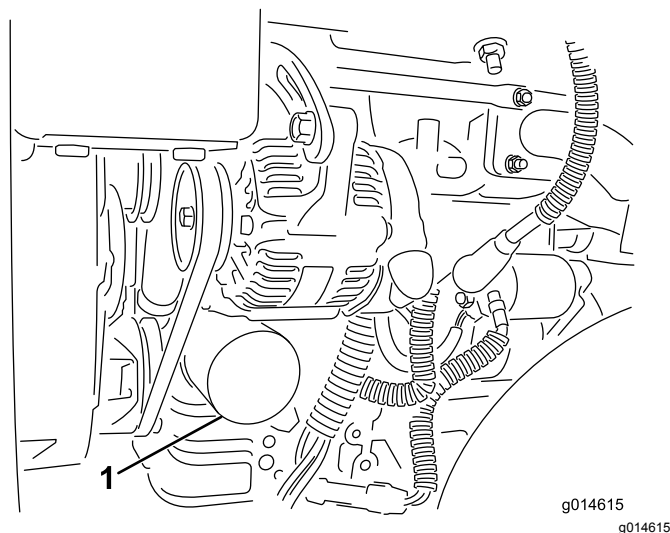

Figura 34
2. Retire o filtro do óleo (Figura 34). Aplique uma leve camada de óleo limpo na gaxeta do novo filtro.